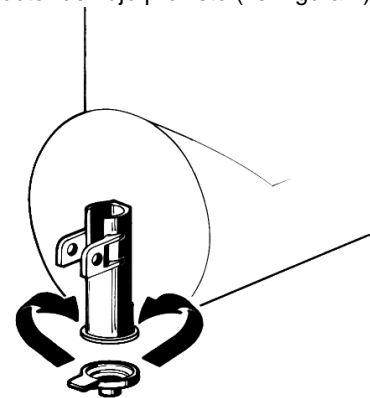

figura 4
- 10 - Reductor del flujo: cuando el distribuidor se utiliza para la refrigeración de bebidas se aconseja instalar, sobre el grifo, el reductor de flujo provisto (ver figura 4).